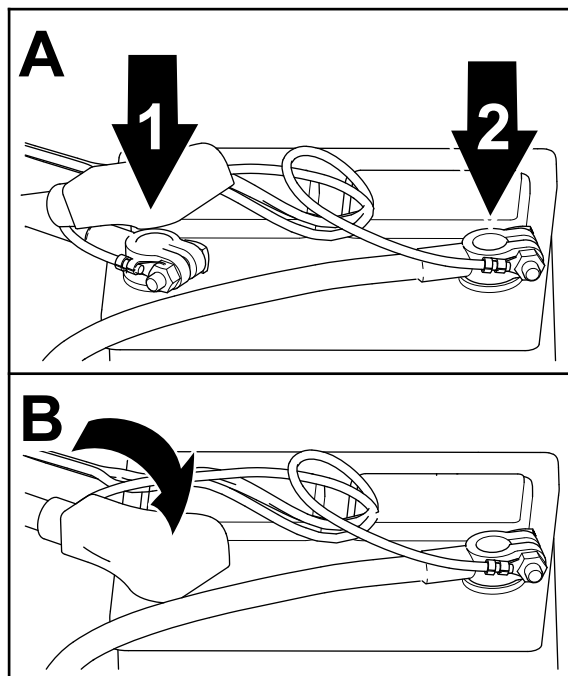

Figure 21
1. Branchez le câble négatif à la borne négative de la batterie (Figure 21).
3. Branchez le câble positif à la borne positive de la batterie (Figure 21).
5. Placez l'isolateur sur la borne positive de la batterie (Figure 21).